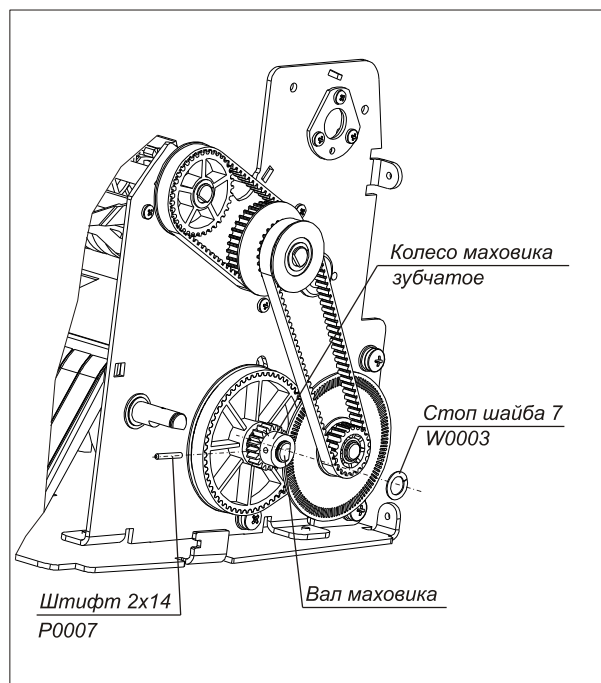

Рис. 23
4. Извлеките стоп шайбу 7 W0003 из кольцевой проточки вала маховика (рис. 23).
5. Извлеките штифт 2x14 P0007 (рис.23).
6. Снимите колесо зубчатое маховика (рис. 23).